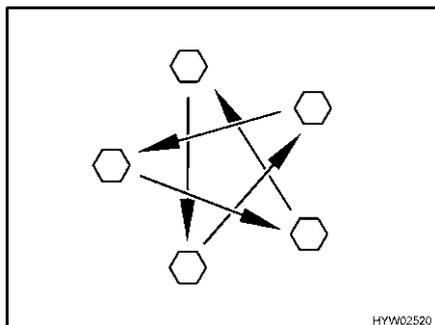

Fig. 289 Serrer en croix les écrous ou les boulons de roue
- Vérifier régulièrement le serrage des écrous ou des boulons de roues. Reserrer alternativement et en croix (Fig. 289) tous les écrous ou les boulons de roue 50 km après le changement d'une roue.
- ▷ Serrer en croix les écrous ou les boulons de roue (Fig. 289).